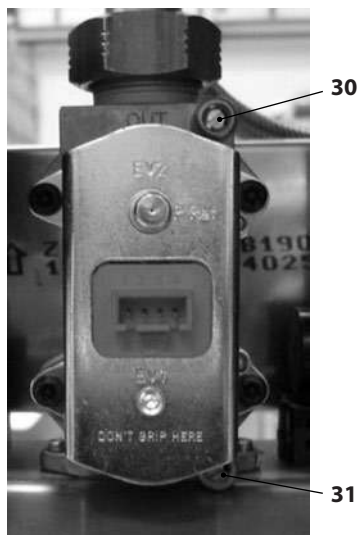

Figura 7.1
A caldaia spenta (fuori servizio), controllare la pressione di alimentazione utilizzando la presa 31 in Figura 7.1 e confrontare il valore letto con quelli riportati nella tabella Pressioni di alimentazione gas nella sezione "Dati tecnici M296B.24SV/D" a pag. 24 e "Dati tecnici M296B.28SV/D" a pag. 28.
- Richiudere bene la presa di pressione in Figura 7.1.
- Aprire la presa di pressione 30 in Figura 7.1 e collegare un manometro.